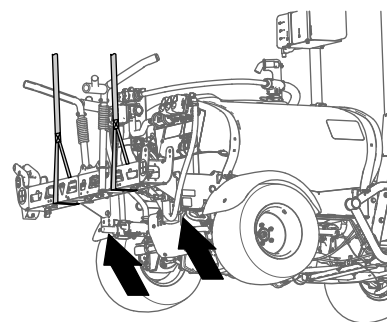

Figura 45
- Supportate la sezione di irrorazione centrale con l'attrezzatura di sollevamento della capacità specificata (Figura 45).